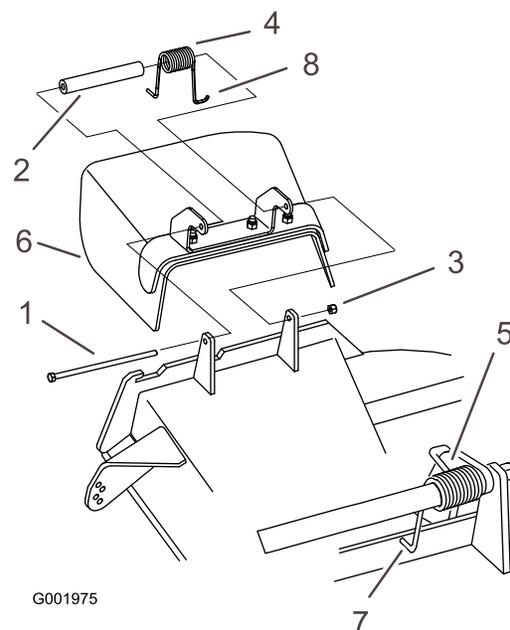

Figure 60
1. Retirez le contre-écrou, le boulon, le ressort et l'entretoise qui fixent le déflecteur aux supports de pivot (Figure 60).
**Remarque:** Prenez soin de placer une extrémité en J du ressort derrière le bord du plateau avant de mettre le boulon en place, comme indiqué à la Figure 60.
3. Remettez le boulon et l'écrou en place. Accrochez une extrémité en J du ressort au déflecteur d'herbe (Figure 60).